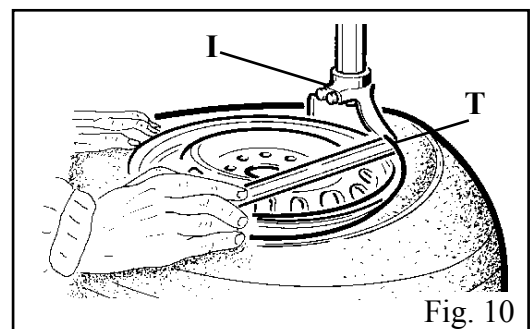

Fig. 10
- Abbassare il braccio operante (M) sino ad appoggiare l'utensile integrale (I) sul bordo del cerchio e bloccarlo con la leva (K). In questo modo abbiamo bloccato il braccio in senso verticale e spostato la torretta di circa 2 mm. dal cerchio **N.B:** per il 112 F - 112 F GT, una volta bloccato il braccio in senso verticale occorre allontanare manualmente la torretta dal cerchio (circa 2 mm.), agendo sul volantino posto nella parte sinistra del palo orizzontale.
- Con l'aiuto della leva (T), infilata fra tallone e la parte anteriore della torretta integrale (I), portare il tallone del pneumatico sopra la torretta stessa (Fig. 10) **N.B:** per evitare di danneggiare l'eventuale camera d'aria, è consigliabile fare questa operazione con la valvola circa 10 cm. a destra della torretta
- Mantenendo la leva in questa posizione, far ruotare il piatto (Y) in senso orario tenendo premuto il pedale (Z) fino alla completa fuoriuscita del pneumatico dal cerchio.
•With the lever (T) inserted between the bead and the front section of the mounting head (I), move the tyre bead over the mounting head (Fig. 10). **Note:** In order to avoid damaging the inner tube, if there is one, it is advisable to carry out this operation with the valve about 10 cm to the right of the mounting head.
•With the lever held in this position, rotate the turntable (Y) in a clockwise direction by pressing down on pedal (Z) until the tyre is completely separated from the wheel rim.
- С помощью монтировки (T), расположенной между бортом и передней частью монтажной головки (I), переместите борт шины в положение над монтажной головкой (Рис. 10).
-Mit Hilfe des Hebels (T), der zwischen den Reifenwulst und den vorderen Teil des Montierfußes (I) eingeführt wurde, wird der Wulst nun über den Montierfuß transportiert (Abb. 10). **WICHTIG:** Falls ein Schlauch vorhanden ist, wird empfohlen, bei dieser Operation zu dessen Schutz des Ventil zirka 10 cm rechts vom Montierfuß zu halten.
-Hebel in dieser Position halten, durch konstanten Pedaldruck (Z) Zentriertisch (Y) im Uhrzeigersinn drehen lassen, bis der Reifen komplett aus der Felge hervorgetreten ist.